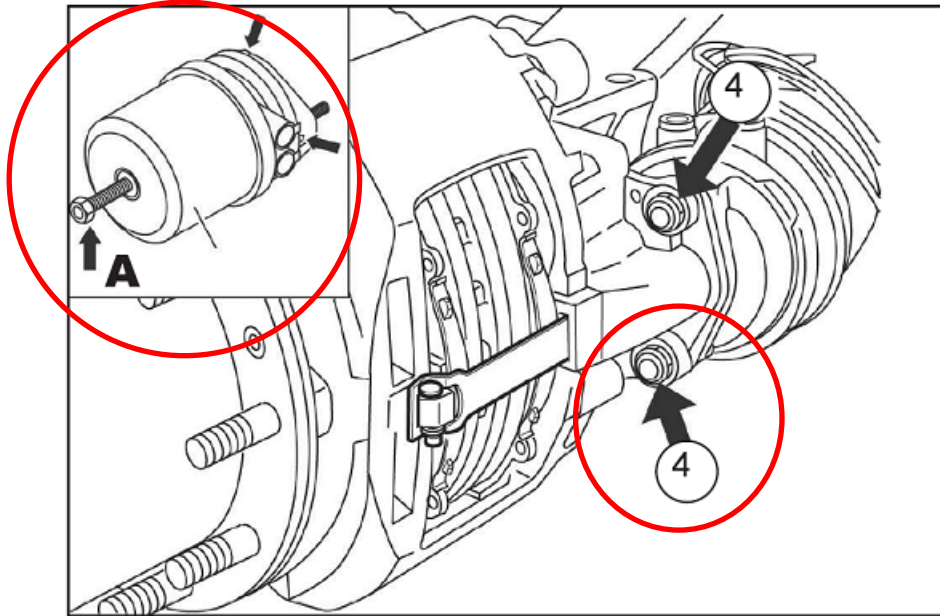

Figure 4 : Emplacement du boulon de dégagement et des écrous de montage
3. Appliquez de l'air pour relâcher les freins à ressort (freins de stationnement) à l'aide du clapet de commande monté sur le tableau de bord. Desserrer le boulon de dégagement (voir **figure 4, flèche A**) en utilisant un couple maximum de 35 Nm (26 lbf-pi) pour bloquer le ressort à dégagement pneumatique sur la tige de poussée.
4. Purgez l'air des chambres à réserve d'air du frein à ressort à l'aide du clapet de commande monté sur le tableau de bord. Tout en maintenant la chambre en position, retirez et mettez au rebut les écrous de montage du récepteur de frein (**figure 4, élément 4**). Marquez l'orientation du récepteur sur le support de montage pour le remontage plus tard. Retirez le récepteur de freinage à ressort. S'il est nécessaire de débrancher les conduites d'air du récepteur, alors que la pression d'air est entièrement purgée du système, marquez les conduites afin de les rebrancher plus tard, puis débranchez les conduites du récepteur.
17. Placez le récepteur de freinage à ressort en respectant son orientation initiale. Sécurisez le récepteur avec les écrous de montage du récepteur de freinage à ressort (**figure 4, élément 4**). En alternance, serrez les deux écrous étape par étape pour atteindre un couple de 180 Nm, +/- 10 Nm (133 lbf-pi +/- 7 lbf-pi). Ne réutilisez pas les écrous retirés pendant le démontage.